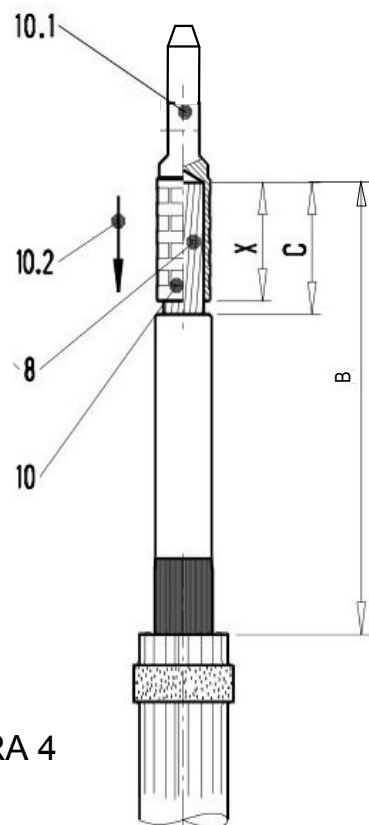

FIGURA 4
3- Cortar a camada de isolamento (7) na medida "C" como indicado na FIGURA 4 com cuidado para não danificar os fios condutores (8) na medida "X"+ 4 . Quebrar o canto no local do corte.